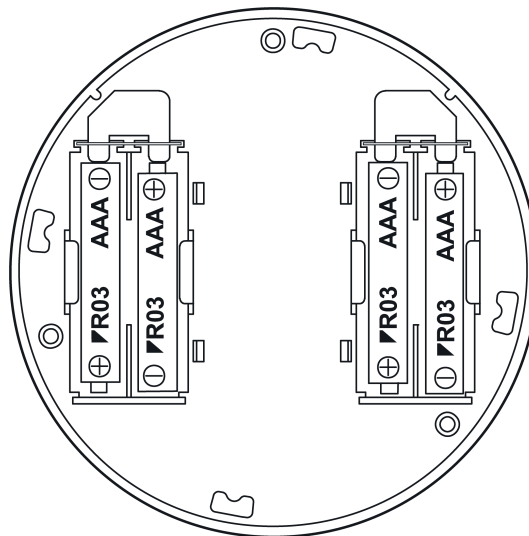

Figure 8
- Insérer des batteries neuves. en veillant à respecter la polarité (figure 8).